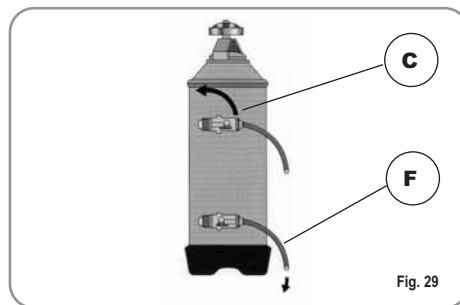

Fig. 29
- 2) Remettre le bouchon et repositionner le levier C vers la gauche (Fig.29), en faisant évacuer l'eau salée du tube F jusqu'à ce qu'elle soit à nouveau douce (1/2 heure environ).